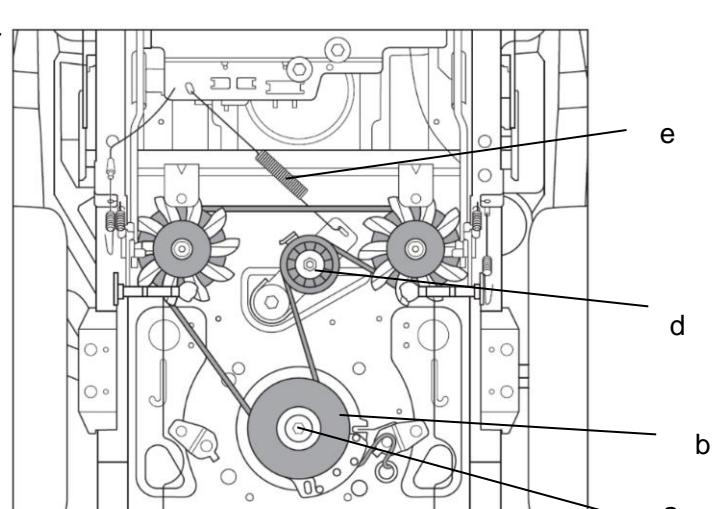

Fig.27B
3. Ta bort fästbulterna (a, Fig. 27B) på den elektromagnetiska kopplingen (b Fig.27B).
5. Ta bort spännhjulet (d, Fig .27B).
6. Ta bort dragfjädern (d, Fig.27B).